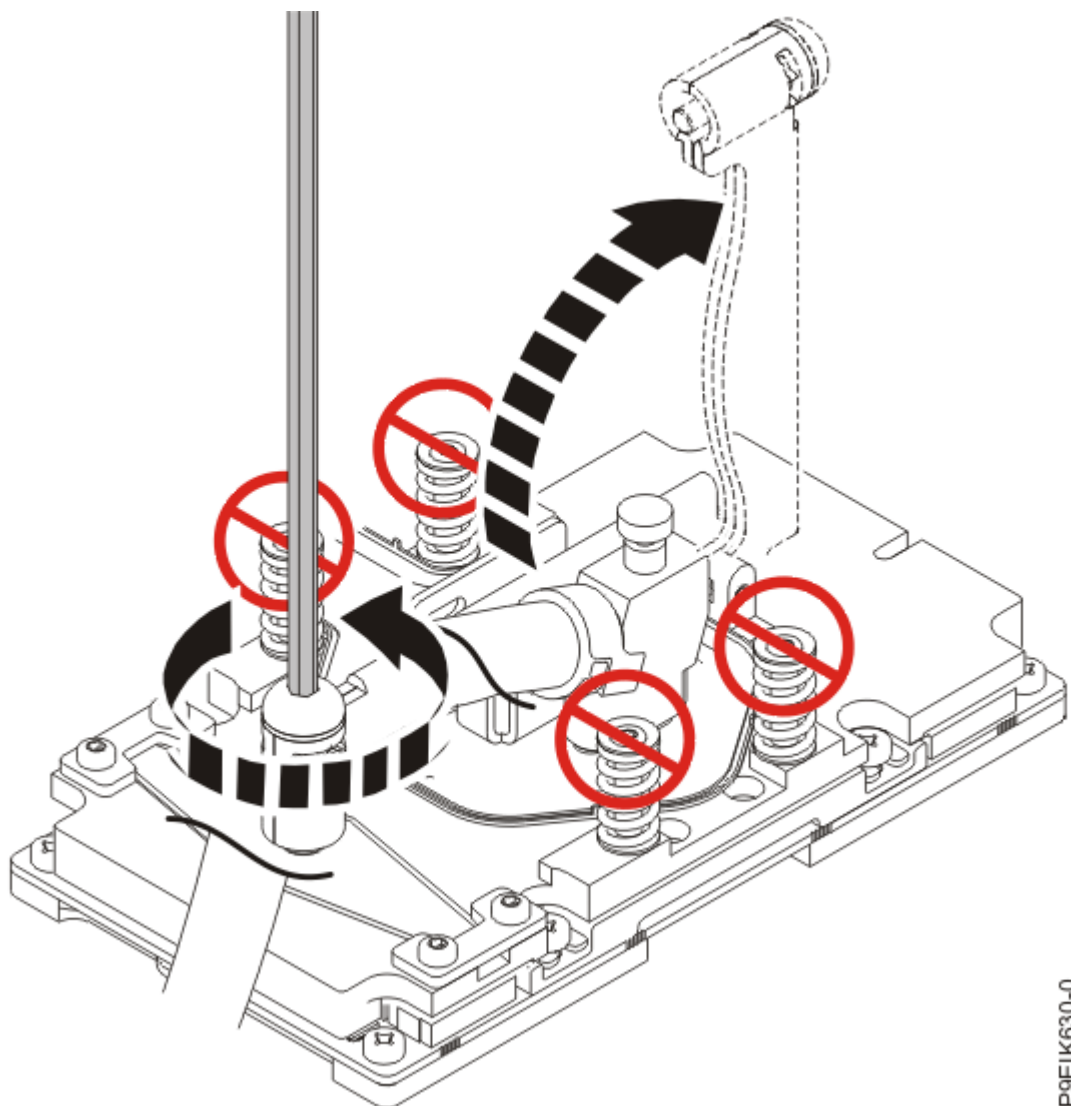

Figura 44. Apertura del retén de la placa refrigeradora
2. Asegúrese de que cada clip de la GPU esté abierto, como se muestra en la Figura 44 en la página 46.